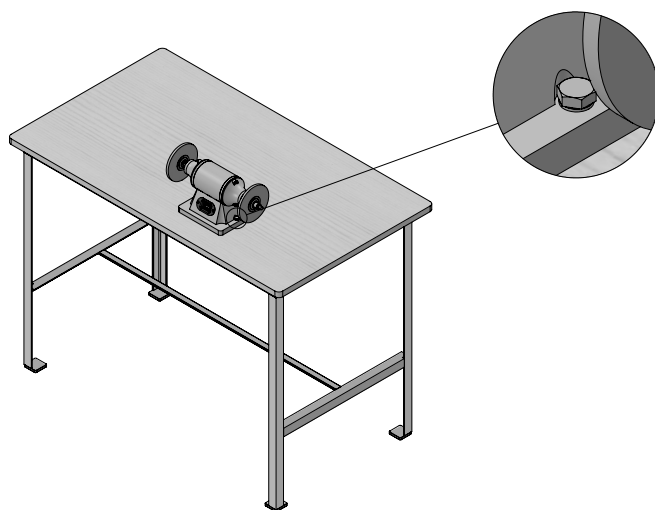

FIGURA 04 – Recomendação da máquina fixada sobre uma bancada
1. POSICIONAR a Politriz de Bancada (01) sobre uma bancada plana e rígida (Figura 04);